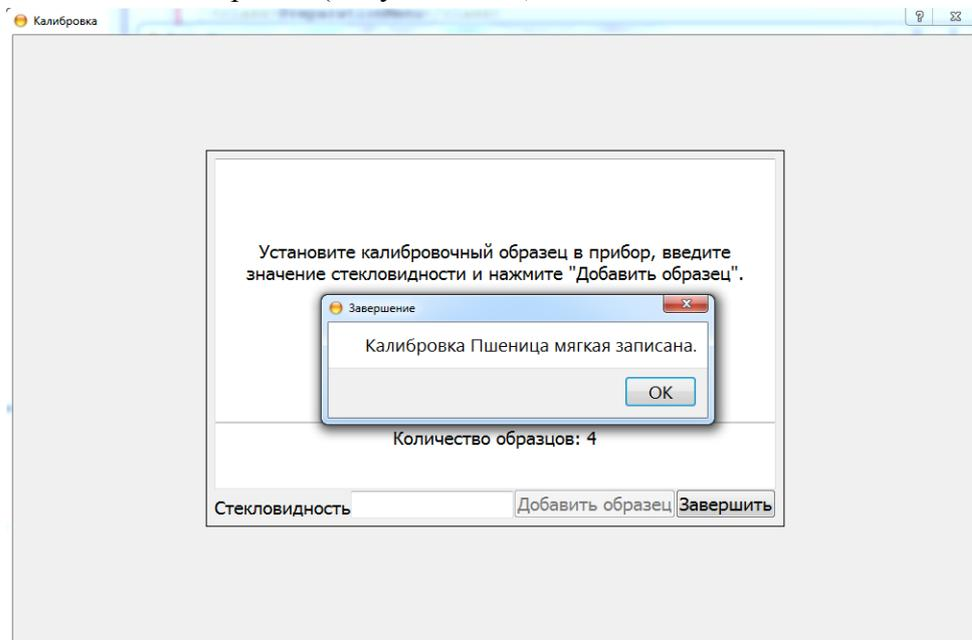

Рисунок 15.15. Запись калибровки
- После добавления всех образцов нажать кнопку «Завершить» и дождаться сообщения о записи калибровки (Рисунок 15.15)